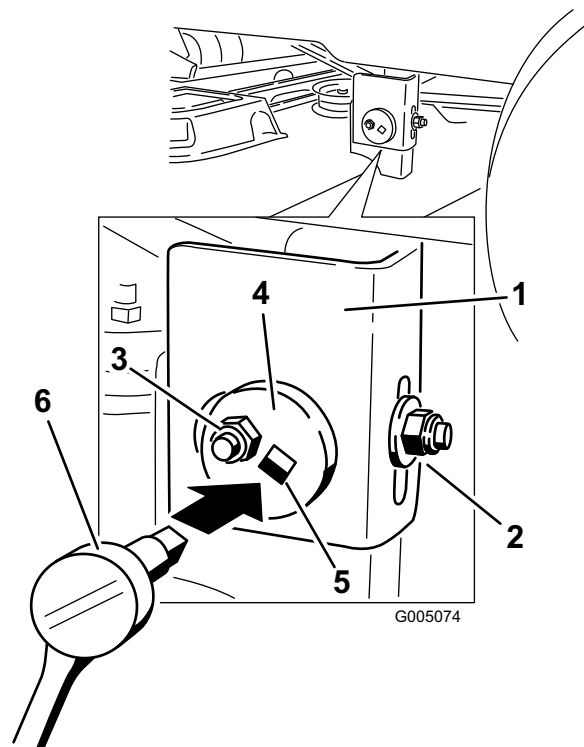

Figure 39
7. Du côté gauche de la machine, desserrez sans le retirer, l'écrou de blocage arrière sur le support (Figure 39).
8. Desserrez l'écrou de blocage latéral sur le support jusqu'à ce qu'il soit possible d'ajuster la plaque centrée (Figure 39). Utilisez une clé à douille munie d'une rallonge de 3/8 de pouce pour manipuler la plaque centrée. Utilisez la clé pour repositionner le plateau de coupe à la hauteur voulue.
9. Arrêtez le plateau de coupe et vérifiez sa hauteur, puis serrez l'écrou de blocage latéral sur le support pour fixer cette nouvelle position (Figure 39).